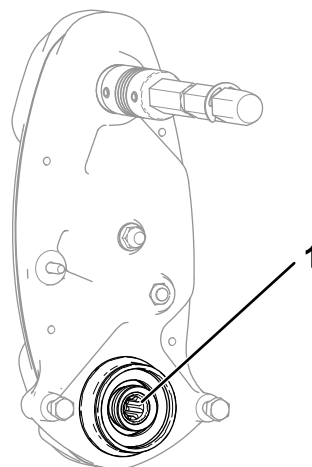

Figura 7
3. Verificate la quantità di grasso rimanente all'interno dell'albero di trasmissione del cilindro (**Figura 7**).